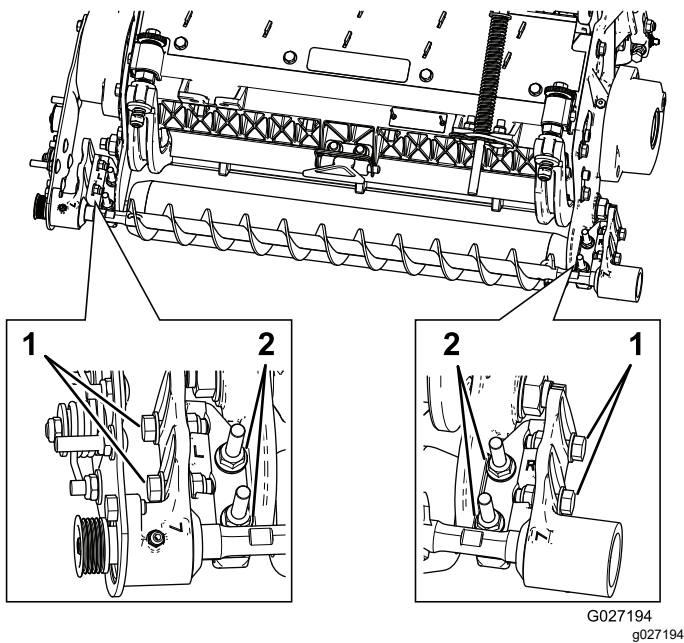

Figura 11
| A. | Allentate i 2 dadi di bloccaggio flangiati che fissano la staffa di montaggio della spazzola per rullo alla piastra laterale dell'apparato di taglio (Figura 11). |
| B. | Girate l'alloggiamento del cuscinetto della spazzola per rullo fin quando la piastra della spazzola non risulta parallela alla piastra laterale dell'apparato di taglio (Figura 11). |
| C. | Serrate i 2 dadi di bloccaggio flangiati che fissano la staffa di montaggio della spazzola per rullo alla piastra laterale dell'apparato di taglio (Figura 11). |
1. Allentate i 2 bulloni che fissano ciascun alloggiamento del cuscinetto della spazzola per rulli alla staffa di montaggio della spazzola per rulli (Figura 11).